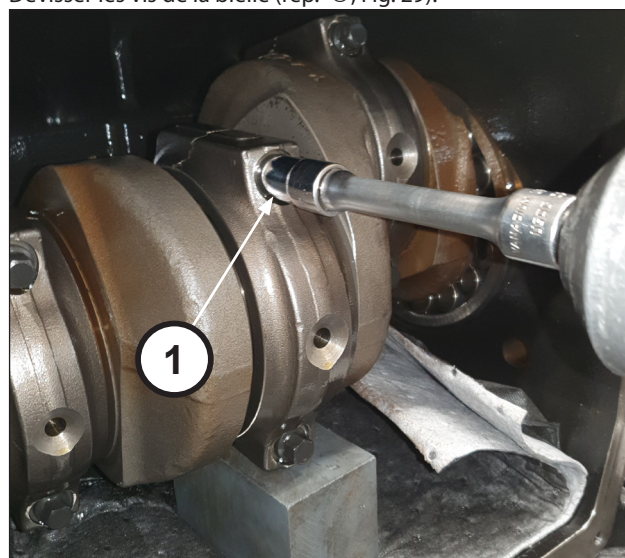

Fig. 29
Dévisser les vis de la bielle (rep. ①, Fig. 29).